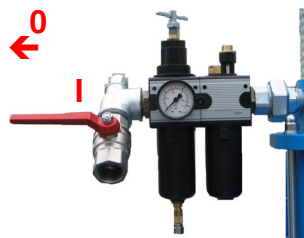

Imagen 4.1.3
3. Unidad de mantenimiento (Imagen 4.1.3) La unidad de mantenimiento permanece montada en el bastidor del aparato.